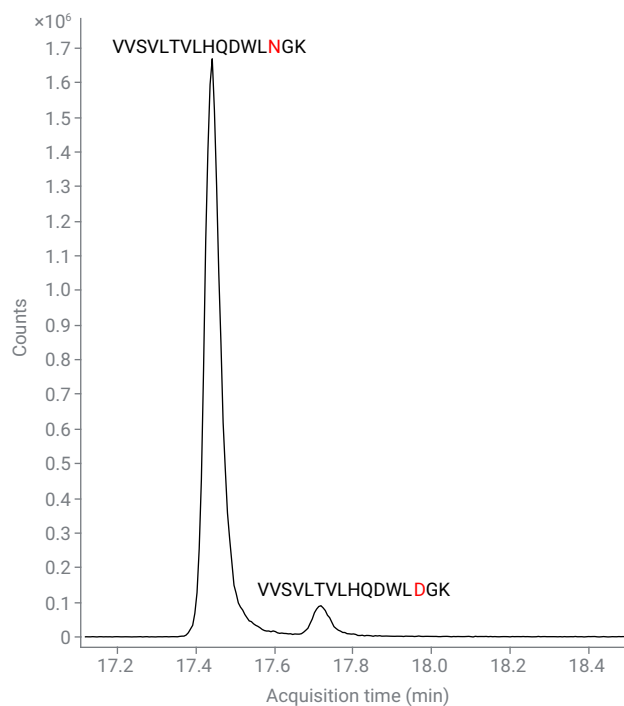

図 3. AdvanceBio ペプチドマッピング LC カラムにおける、脱アミド化ペプチドペアのクロマトグラフィー分離
- 脱アミド化ペプチドペア：脱アミド化の分離および定量は、MAM ワークフローにおける重要な課題です。この標準には、天然および脱アミド化ペプチドペア VVSVLTVLHQDWLNGK および VVSVLTVLHQDWLDGK が含まれており、脱アミド化変異体は相対アブundance 約 6 % で調製されています。このペプチドペアを使用することにより、LC/MS メソッドが、脱アミド化をクロマトグラフィーにより分離および定量する能力をバリデーションすることができます (図 3)。